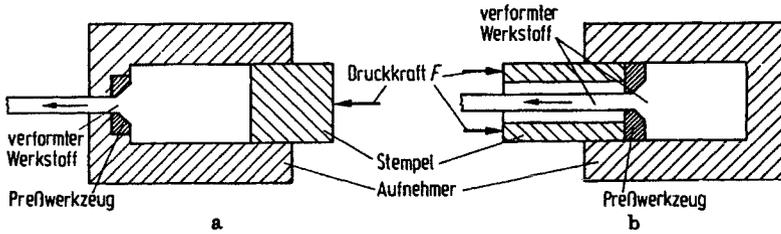

Bild A 11.3 Prinzip des Strangpressens. a: Vorwärtspressen, b: Rückwärtspressen
4. Beim Vorwärtspressen tritt der Materialfluß in der Preßrichtung und beim Rückwärtspressen entgegen der Preßrichtung auf. Daraus folgt der Vorteil des Rückwärtspressens: die Reibung des Blockes mit der Aufnehmerwand fällt weg, (geringere Druckkraft notwendig). (Bild A 11.3)